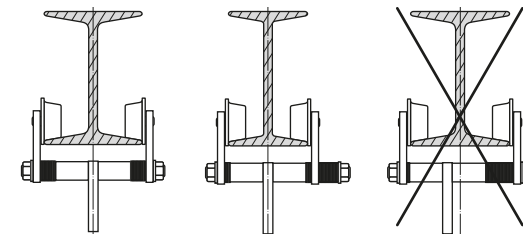

Рис. 5
2. Зафиксируйте устройство на балке при помощи боковых гаек – рис. 5. Анкерное устройство должно быть расположено симметрично на балке, точка крепления должна располагаться посередине устройства.